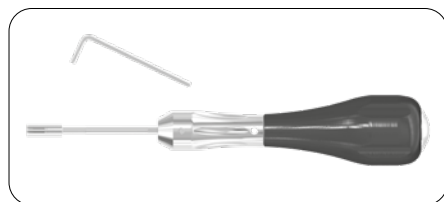

Fig. 2
Mit dem tomas®-screwdriver key 1.3 (Innensechskantschlüssel 1,3) die tomas®-screwdriver Allen set screw (Gewindestift mit Innensechskant) lösen und den tomas®-screwdriver tip (Schraubendreherschaft) entfernen (Fig. 2).